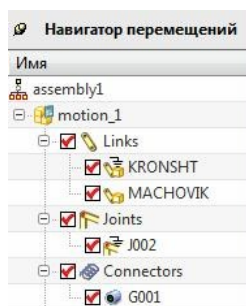

рис.19
- Обратите внимание на то, как в навигаторе перемещений отображается строка резиновой втулки (G001, рис.19).